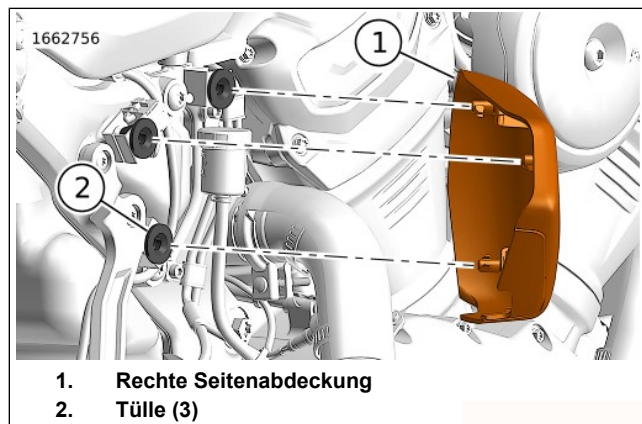

Abbildung 85. Rechte Seitenabdeckung(RH975)
1. Siehe Abbildung 85. Die rechte Seitenabdeckung (1) vom Fahrzeug wegziehen.
1. Siehe Abbildung 85. Überprüfen, ob die Tüllen (2) am Rahmen vorhanden sind.
2. Die rechte Seitenabdeckung (1) in Position bringen.